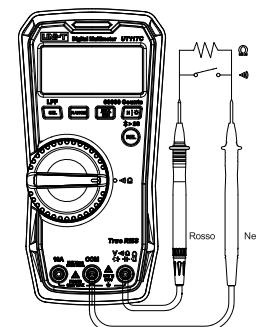

Figura 7
4. Misura di continuità (Figura 7)
5. Misura della resistenza (Figura 7)